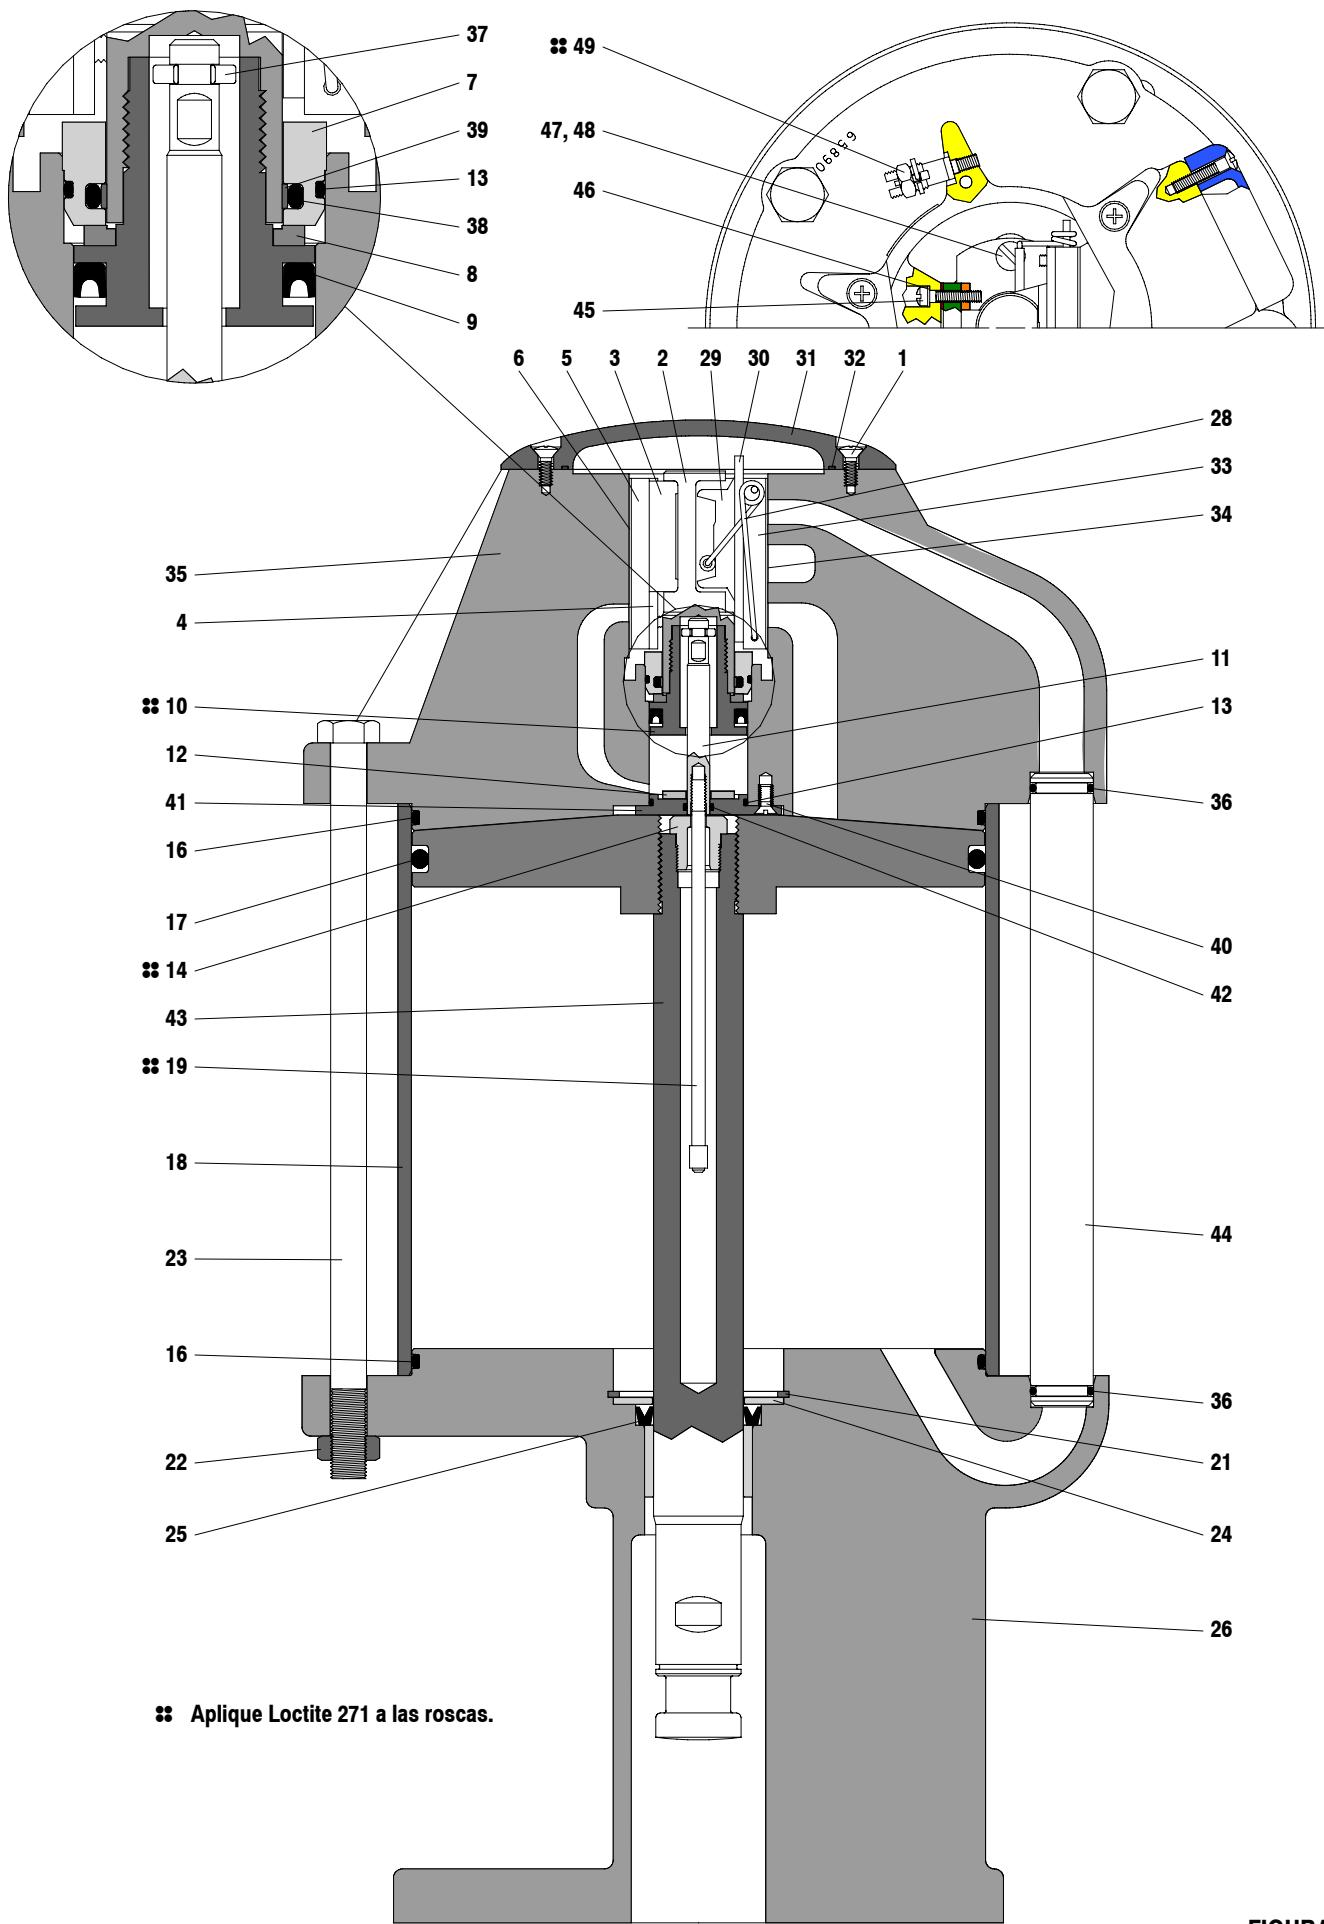

FIGURA 4
1. Saque el montaje del pistón (43) hacia arriba empujándolo hacia la parte superior del motor neumático (ver figura 4).
2. Extraiga los seis tornillos (1), desconectando la tapa del motor neumático (31) y el empaque (32).
46. Engrase cuidadosamente e instale el empaque (32) en la tapa del motor neumático (31).
47. Coloque la tapa del motor neumático (31) sobre el conjunto de cabezal (35) y asegúrela con seis tornillos (1) (ver figura 4).